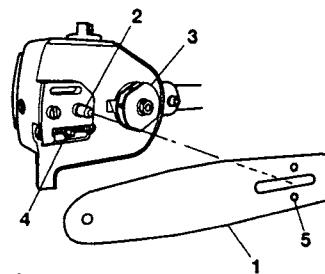

Fig.2-4
3. Install, the chain bar (1) onto the bolt (2), then push it toward the sprocket (3) as far as it will go. Make sure that the boss of chain tension adjusting bolt (4) fits into the hole of the bar (5). (Fig. 2-4)
3. Installer le guide de chaîne (1) sur les boulons (2), puis le pousser au maximum vers le pignon (3). S'assurer que le moyeu du boulon de réglage de tension de chaîne (4) s'adapte correctement dans le trou dans le trou du guide de chaîne (5). (Fig.2-4)